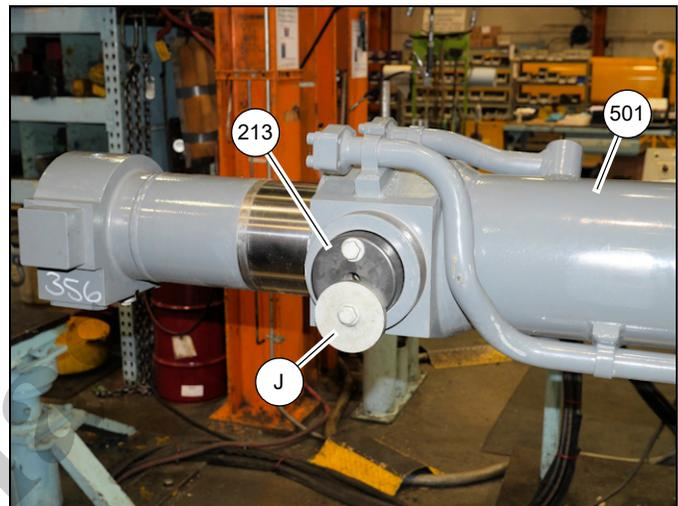

FIGURA 4-21
30. Instale os pinos (213) e as arruelas grossas grandes (J) nos lados esquerdo e direito dos furos dos olhais inferior-
res do cilindro telescópico nº 2 (501) (consulte a Figura 4-21). Usando um guindaste e correntes adequados, eleve um pouco o cilindro telescópico nº 2 pelos seus olhais (consulte a Figura 4-101).